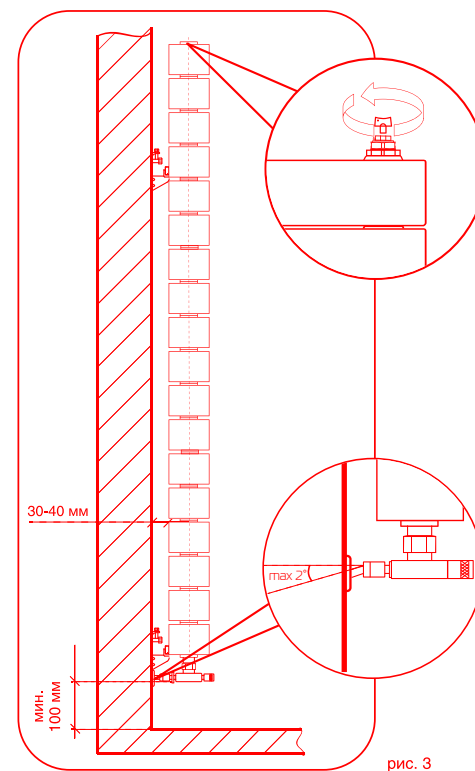

рис. 3
**!** Во избежание аварии допустимо отклонение оси коллектора радиатора от подводящих труб не более 2° (рис. 3).
1. Для эффективной работы радиатора необходимо соблюдать монтажные расстояния, указанные на рис. 3.